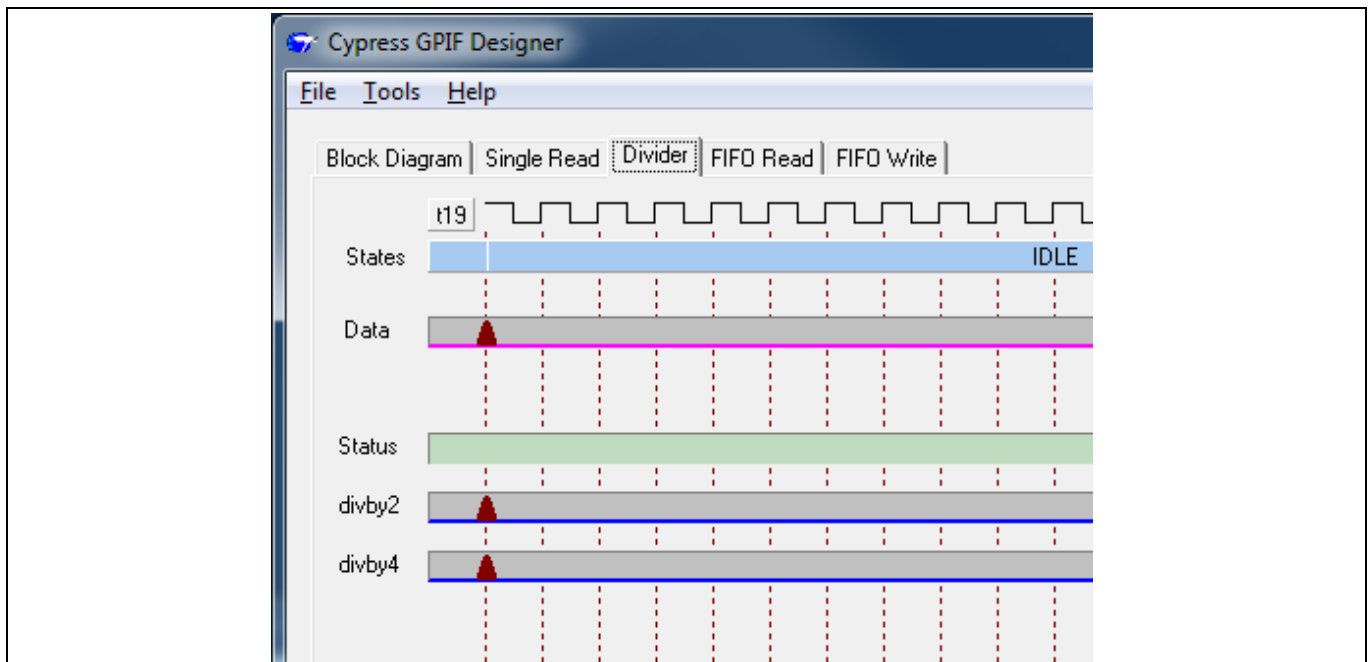

Figure 15 空の波形編集画面
8. 2本の波形を描くための **Single Write** タブを選択します。タブ名を右クリックし、**Select Tab Label** を選択し、名前を **Divider** に変更します。Figure 15 のように空の波形編集画面が表示されます。